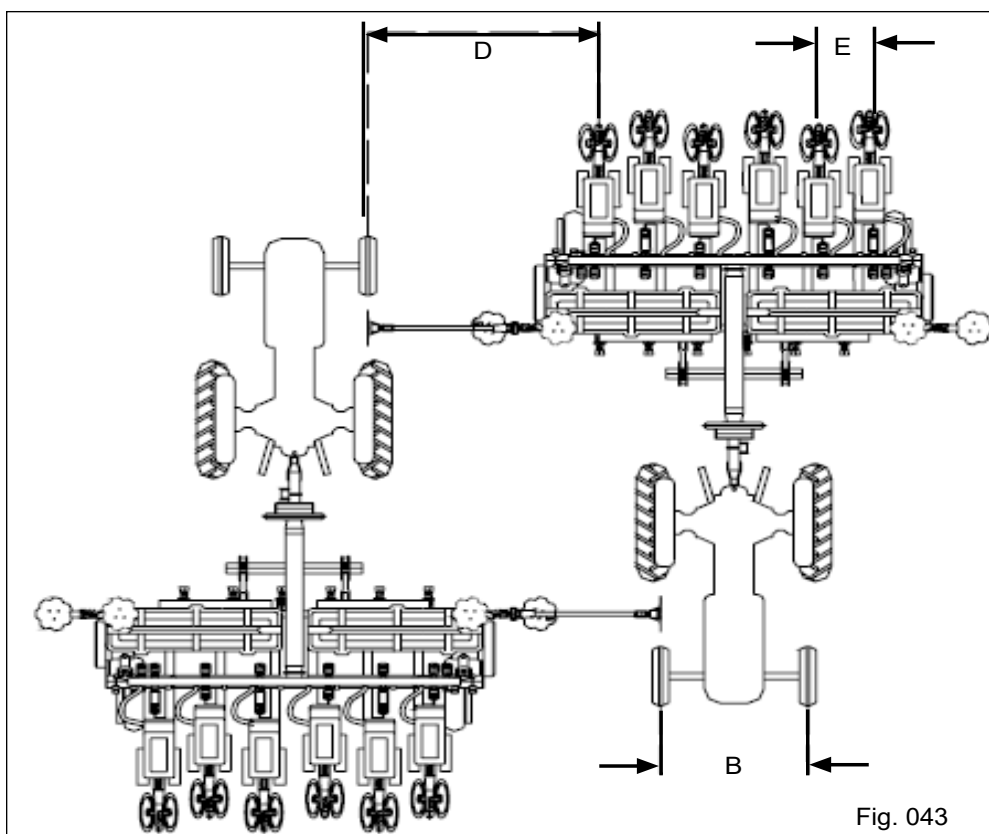

Fig. 043
Para realizar a regulagem do marcador de linhas, é importante manter a mesma medida da bitola dianteira e traseira do trator "B", bem como definir o espaçamento entre linhas de plantio "E". (Fig. 043).
- Para obter a medida "D", caminhe com a plantadora por alguns metros e meça a distância entre o centro do rastro do trator e o centro da primeira linha de semente (Fig. 043).
- Afrouxe as porcas do grampo de fixação da haste do marcador. Em seguida, desloque a haste até a posição "D" (Fig. 043) e fixe o grampo novamente.